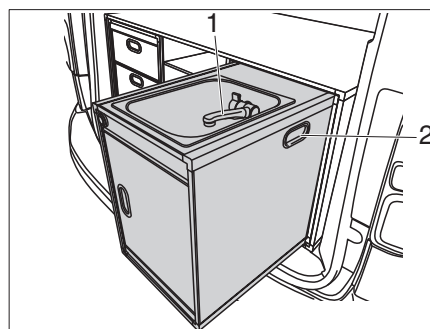

Figure 15 Module Lavage
Le module Lavage peut être démonté si nécessaire. Le robinet d'eau (Figure 15, 1) et la fonction charge de la prise USB peuvent continuer à être utilisés même à l'état démonté. Avec la batterie de la Campbox chargée disposée sur la face arrière du module Lavage, celui-ci peut également être utilisé à l'extérieur.
- Saisir les poignées encastrées (Figure 15, 2) à gauche et à droite, soulever le module Lavage et le sortir du véhicule.